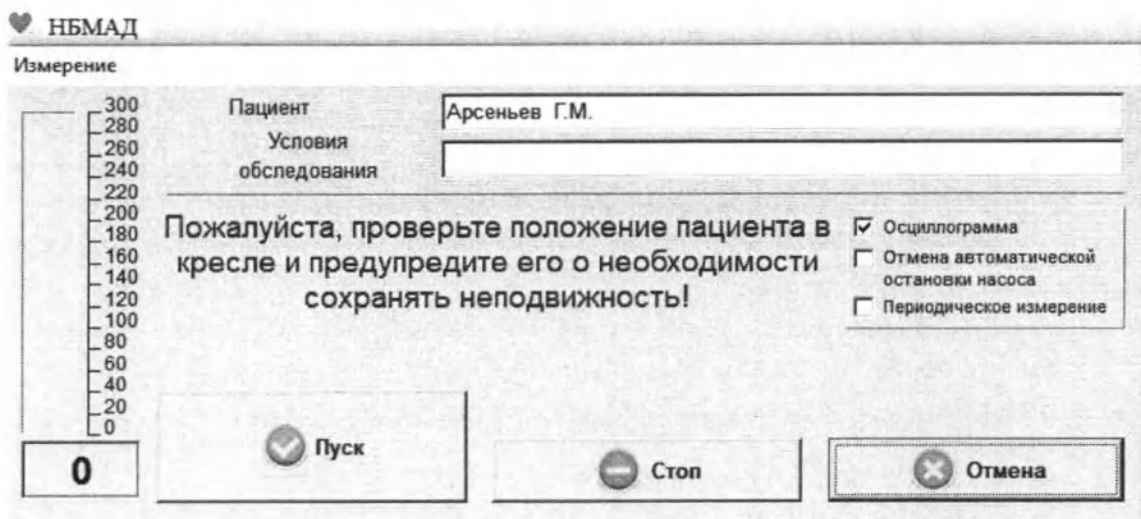

Рис. 19. Окно «Измерение», подготовка к началу записи в автоматическом режиме
Настройка прибора перед измерением и управление его работой в процессе измерения, а также внесение в карту пациента дополнительных сведений об условиях текущего измерения, осуществляются средствами окна «Измерение» (рис. 19).
- установить указатель мыши на кнопку «Старт» и нажать левую клавишу мыши; при этом включается компрессор, давление в манжете начинает нарастать, запускается индикация времени и прироста давления (рис. 19).
появится дополнительное окно с цифрами и регулируемыми стрелками (рис. 19);